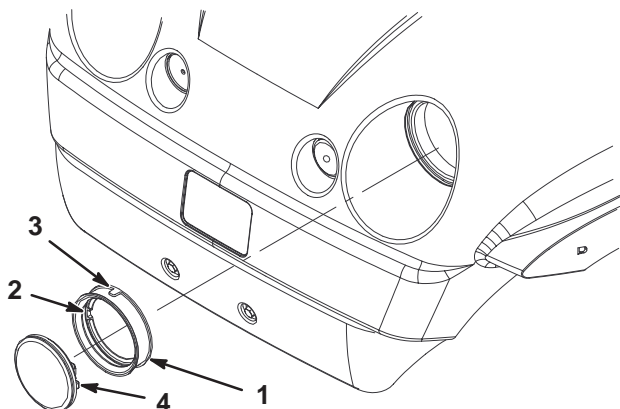

Figure 43
4. Déposez le joint en caoutchouc qui entoure le phare (Fig. 43). Mettez le phare au rebut.
5. Placez l'encoche située à l'intérieur du joint en face de l'encoche du phare neuf (Fig. 43). Placez le joint sur le phare jusqu'à ce qu'il tienne bien en place.